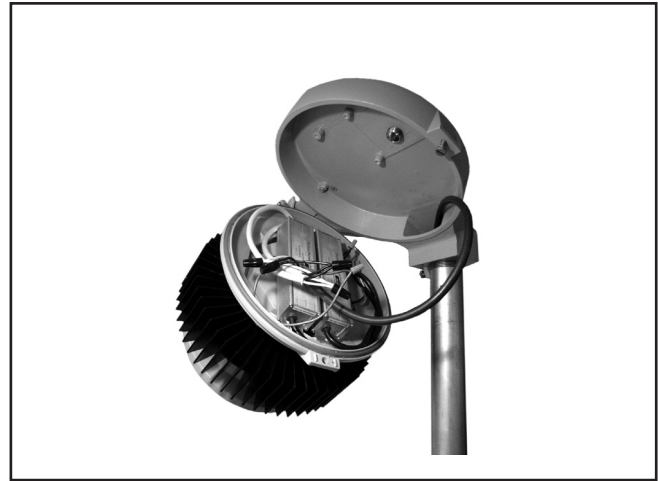

Figura 2.
3. Cuelgue la luminaria LED sobre el gancho de brida del módulo de la cubierta. (Figura 2.).